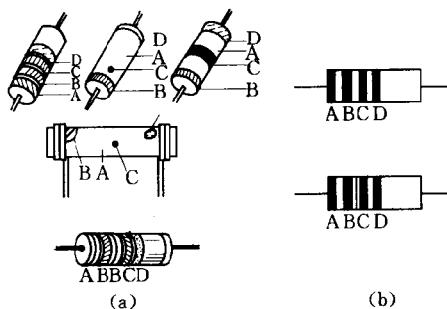

图 1-1 电阻色环表示
(7) 电阻的色标见表 1-7; 电阻色标的表示方法如图 1-1 所示。